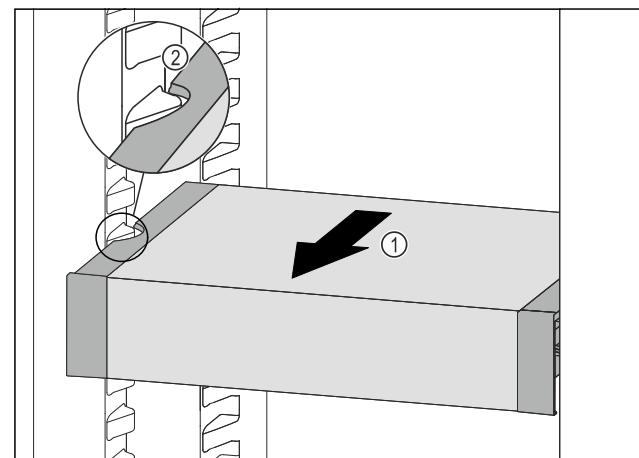

Fig. 110
- Trageți în față VarioSafe Fig. 110 (1), până când degajările laterale ale VarioSafe se află la înălțimea nervurii recipientului din frigider. Fig. 110 (2)